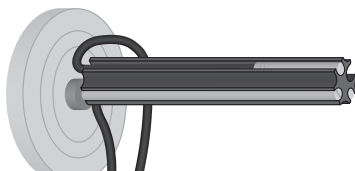

Bild 12: Der Fühler des Thermometers und die Temperaturfühler schließen bündig mit der Stirnseite des Steckmoduls ab bzw. stehen leicht über.
3. Richten Sie das Thermometer und die Temperaturfühler so aus, dass sie bündig mit der Stirnseite abschließen bzw. leicht überstehen (► *Bild 12*).